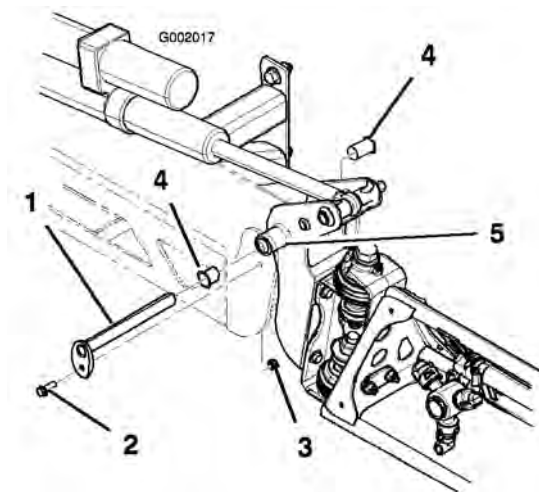

Figura 61
3. Con el peso del brazo apoyado, retire el perno y la tuerca que fijan el pasador de giro al conjunto del brazo (Figura 61). Retire el pasador de pivote.
5. Retire los casquillos de nylon desde delante y desde detrás del soporte del pivote e inspecciónelos (Figura 61). Sustituya cualquier casquillo dañado.
7. Instale el conjunto de brazo y soporte del pivote en el bastidor central, alineando los orificios (Figura 61).